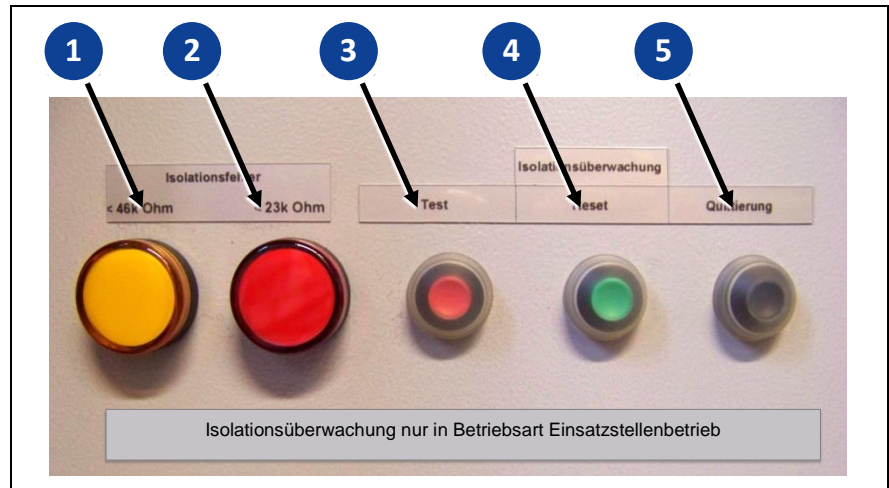

Abb. 7-5 Isolationsüberwachung mit Abschaltung
Gelbe Warnlampe (Abb. 7-5-①) mit Warnton: Es besteht ein Isolationsfehler mit einem Übergangswiderstand kleiner 46 k Ω aber größer 23 k Ω in einem Stromkreis des Stromerzeugers, des Kabelnetzes oder eines angeschlossenen Verbrauchers.
Rote Warnlampe (Abb. 7-5-②) mit Warnton: Es besteht ein Isolationsfehler mit einem Übergangswiderstand kleiner 23 k Ω in einem Stromkreis des Stromerzeugers, des Kabelnetzes oder eines angeschlossenen Verbrauchers.